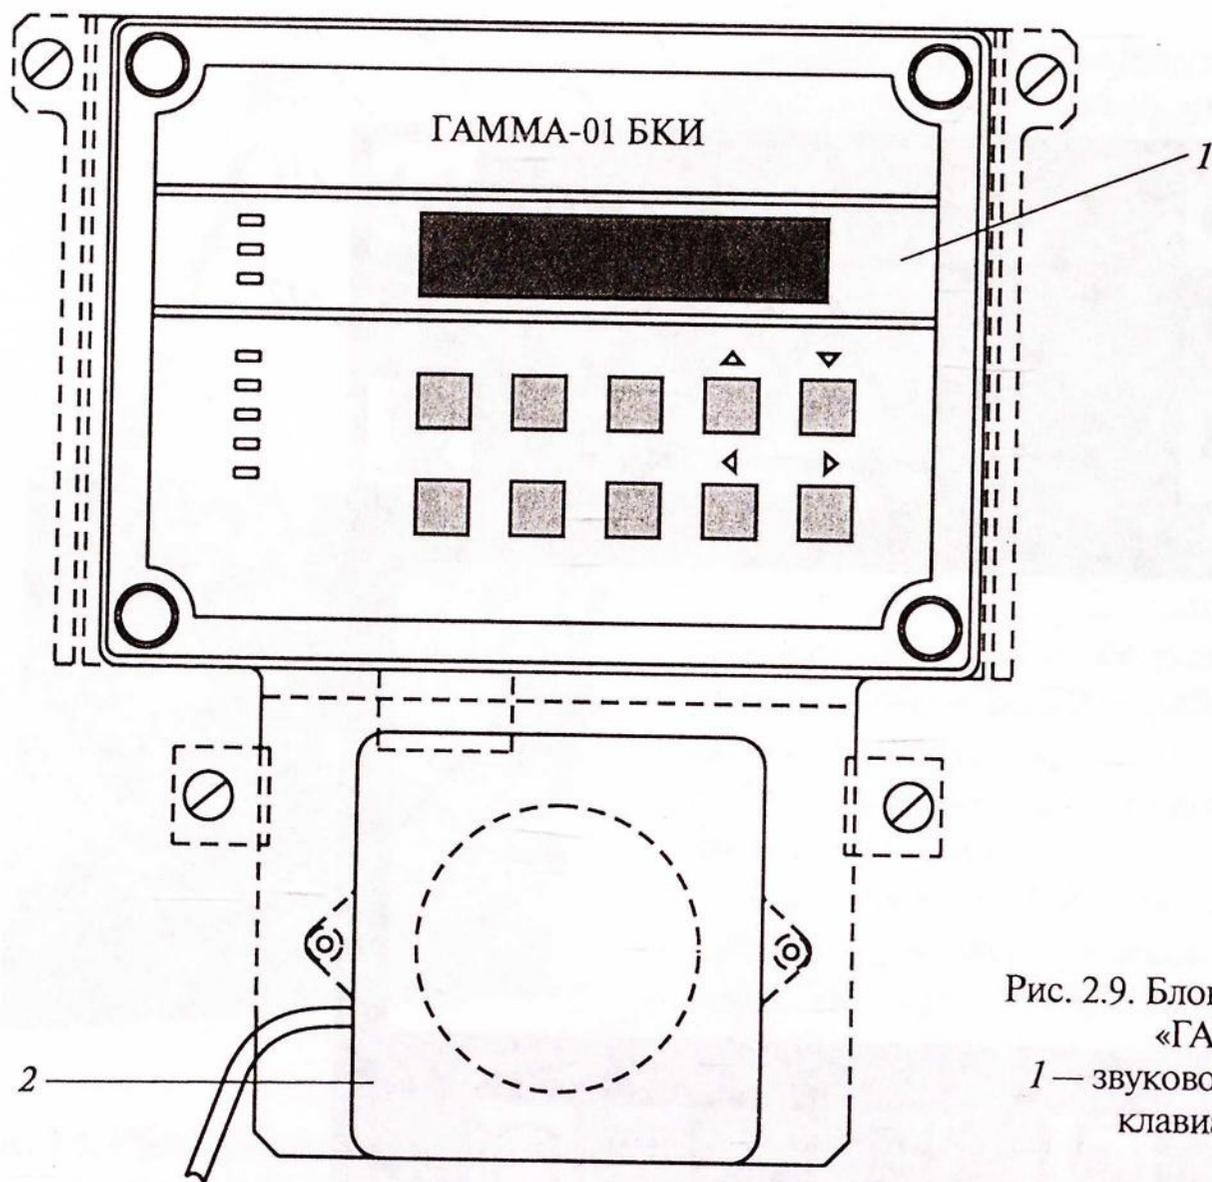

Рис. 2.9. Блок клавиатуры и индикации «ГАММА-01.БКИ»:
- блок клавиатуры и индикации «ГАММА-01.БКИ» (рис. 2.9);